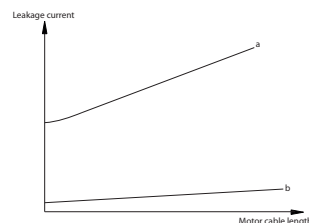

Abbildung 3.28 Einfluss von Kabellänge und Leistungsgröße auf den Ableitstrom
- Leistung des Frequenzumrichters (siehe *Abbildung 3.28*)